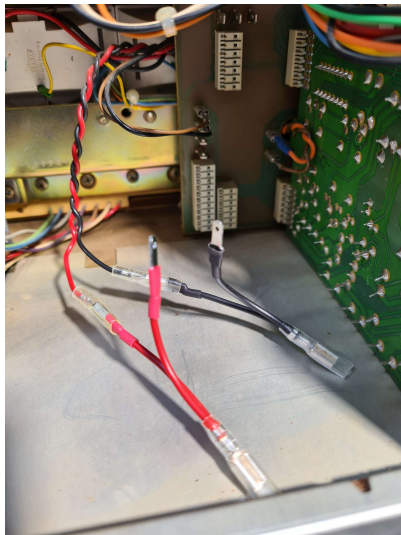

Figure 8
- Reconnecter le câble rouge et noir torssadé sur l'adaptateur. (Figure 8)
- Schließen Sie das rot und schwarz verdrehte Kabel wieder an den Adapter an (Abbildung 8)